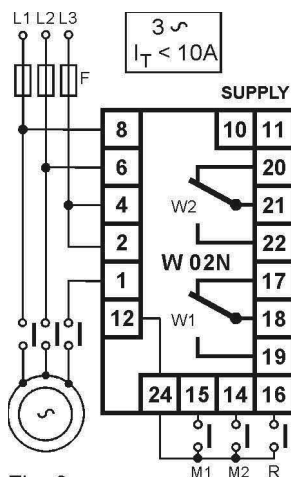

Fig. 8
Seguire lo schema di fig.8
Follow diagram of fig.8
a) Se I_t è minore di 10A si può usare l'inserzione diretta (v. schemi di fig.8 e 10.)
Tensione motore 400Vac, $I_t=3,5A$ (fig.8).